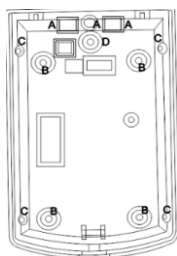

Рис.3
- Вскройте необходимые отверстия для монтажа (см. рисунок 3).